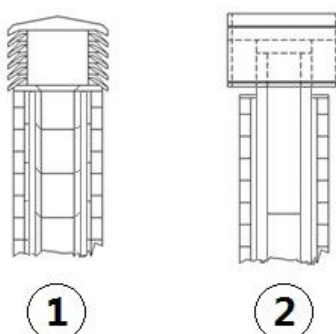

Fig. 5 - Cheminée anti vent
- Il est conseillé de choisir une cheminée de type anti vent, voir **Fig. 5 à page 29**.
double paroi d'un diamètre minimum de Ø150 mm: l'ensemble doit bien être fixé au mur. Avec cheminée anti-vent (voir **Fig. 5 à page 29**).